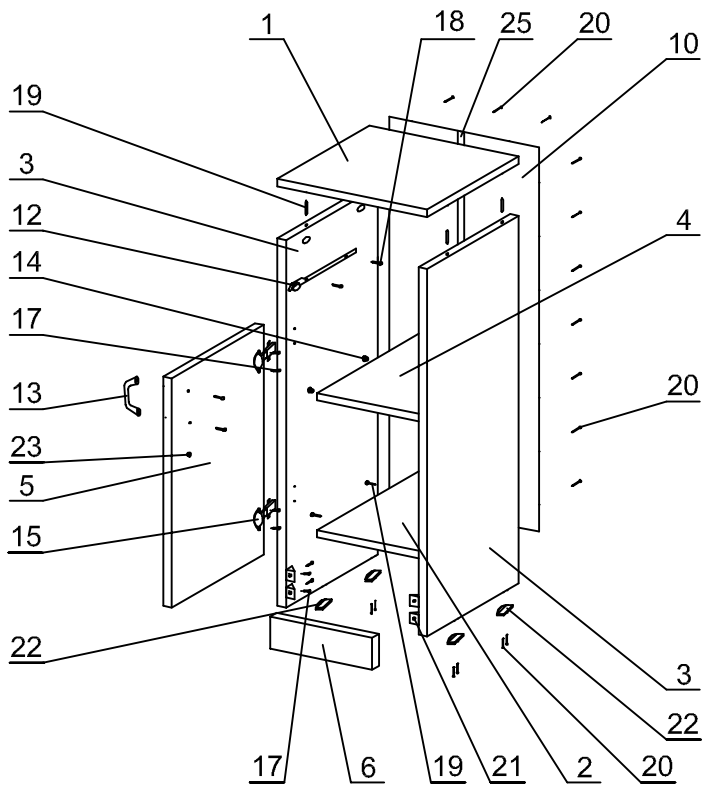
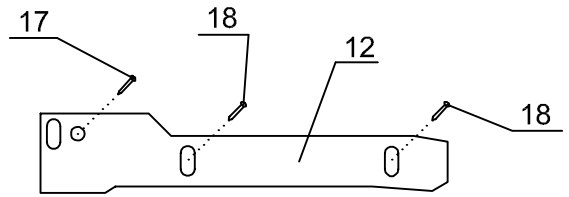

Рис. 1 Схема сборки тумбы
Рис. 2 Крепление направляющих
- вкрутить шток эксцентрика (24)
- присоединить направляющие (12) при помощи саморезов (18) (рис.1 и рис.2)
- прибить подпятники (22) с помощью гвоздей (20)
#### 6. Вставить ящик в тумбы; если ящик установлен неровно, произвести регулировку направляющих на боковинах; после регулировки вкрутить саморезы (17) в направляющие (рис.2)